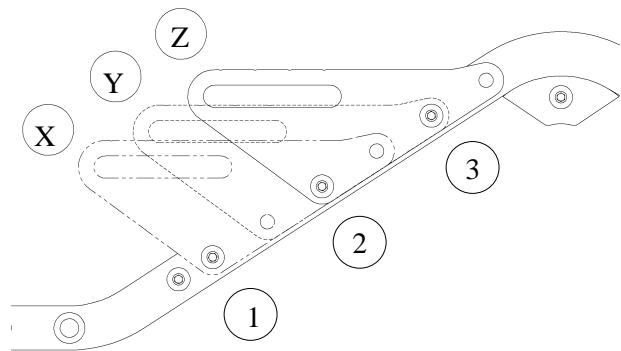

Figure 12 - Position de la plaque de fixation
1. tableau 5 et à la figure 12;